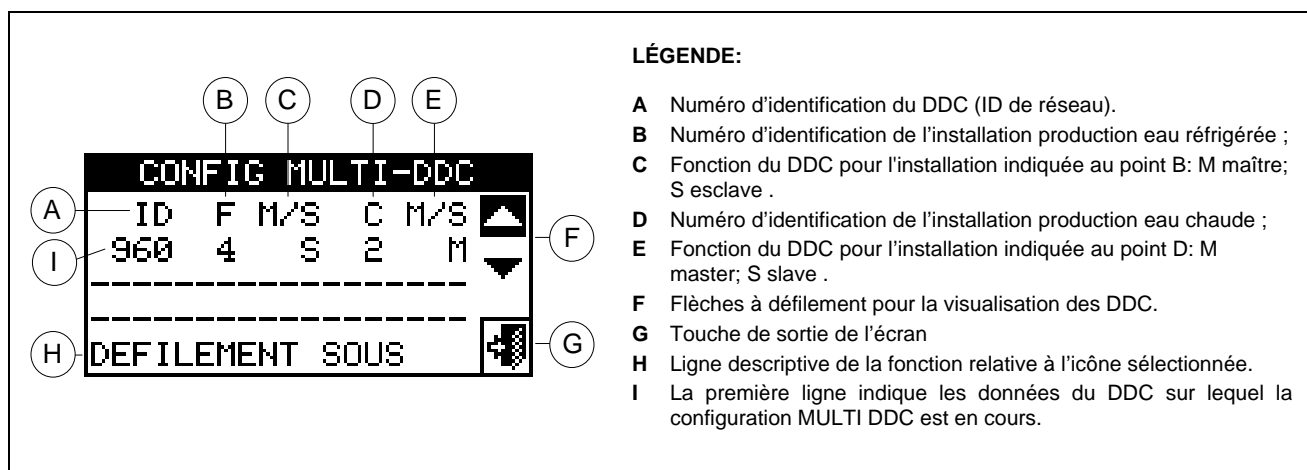

Figure 18 –EXEMPLE D'ÉCRAN POUR LE MENU DE CONFIGURATION DES MACHINES
Les écrans de tous les DDC commencent à afficher des informations sur eux mêmes et sur les autres DDC présents comme indiqué en Figure 18 . La première ligne montre les informations relatives au DDC sur lequel l'affichage des données est en cours. Les lignes suivantes sont relatives aux autres DDC présents sur le réseau. Dans le schéma ci-dessous sont indiqués les paramètres affichés pendant la configuration Multi-DDC.
- 7 - Un écran s'affichera indiquant les données décrites dans la Figure 18 relatives au DDC sur lequel vous êtes en train d'effectuer la configuration Multi-DDC.